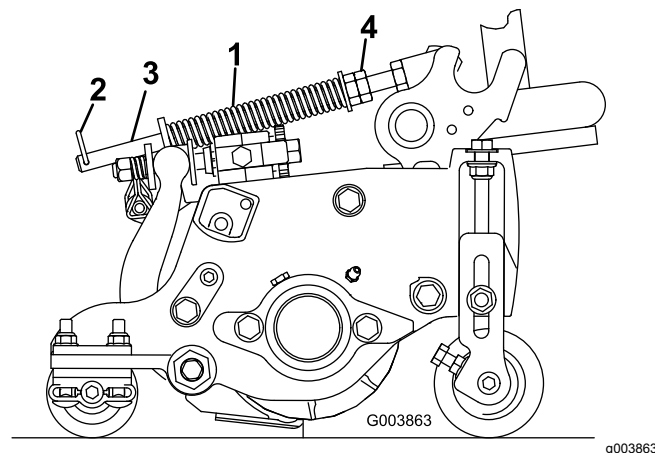

Bild 14
2. Ziehen Sie die Sechskantmuttern vorne an der Federstange an, bis die zusammengedrückte Länge der Feder an 12,7-cm-Schneideeinheiten 12,7 cm oder an 17,8-cm-Schneideeinheiten 15,9 cm beträgt (Bild 14).
Die Rasenkompensierungsfeder verlagert das Gewicht von der Front- zur Heckrolle (Bild 14). Dies reduziert ein Bobbing genanntes Wellenmuster auf der Grünfläche.
1. Stellen Sie sicher, dass der Splint in das hintere Loch in der Federstange eingesetzt ist (Bild 14).